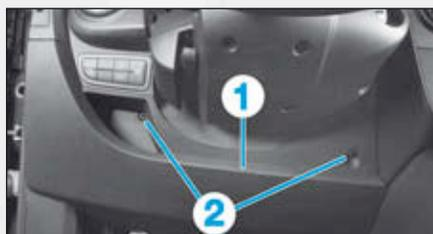

FIG.11
- les vis (2) de la garniture inférieure gauche (1) de la planche de bord (Fig.11),
- la garniture (1).